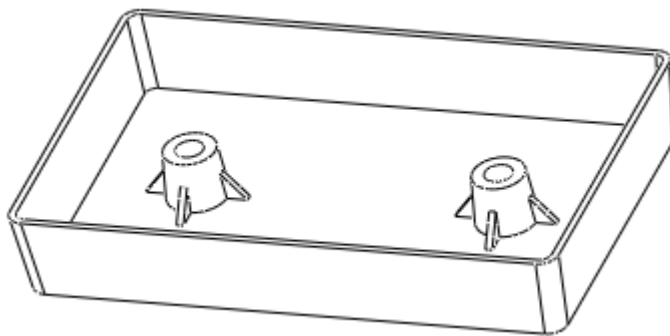

图 46-27
(1) 在模型树中选中 EXE46.PRT，然后单击 ，打开镜像特征操控板。
- (2) 选择 RIGHT 基准平面为镜像平面，单击特征操控板中的  按钮，完成镜像复制，如图 46-27 所示。